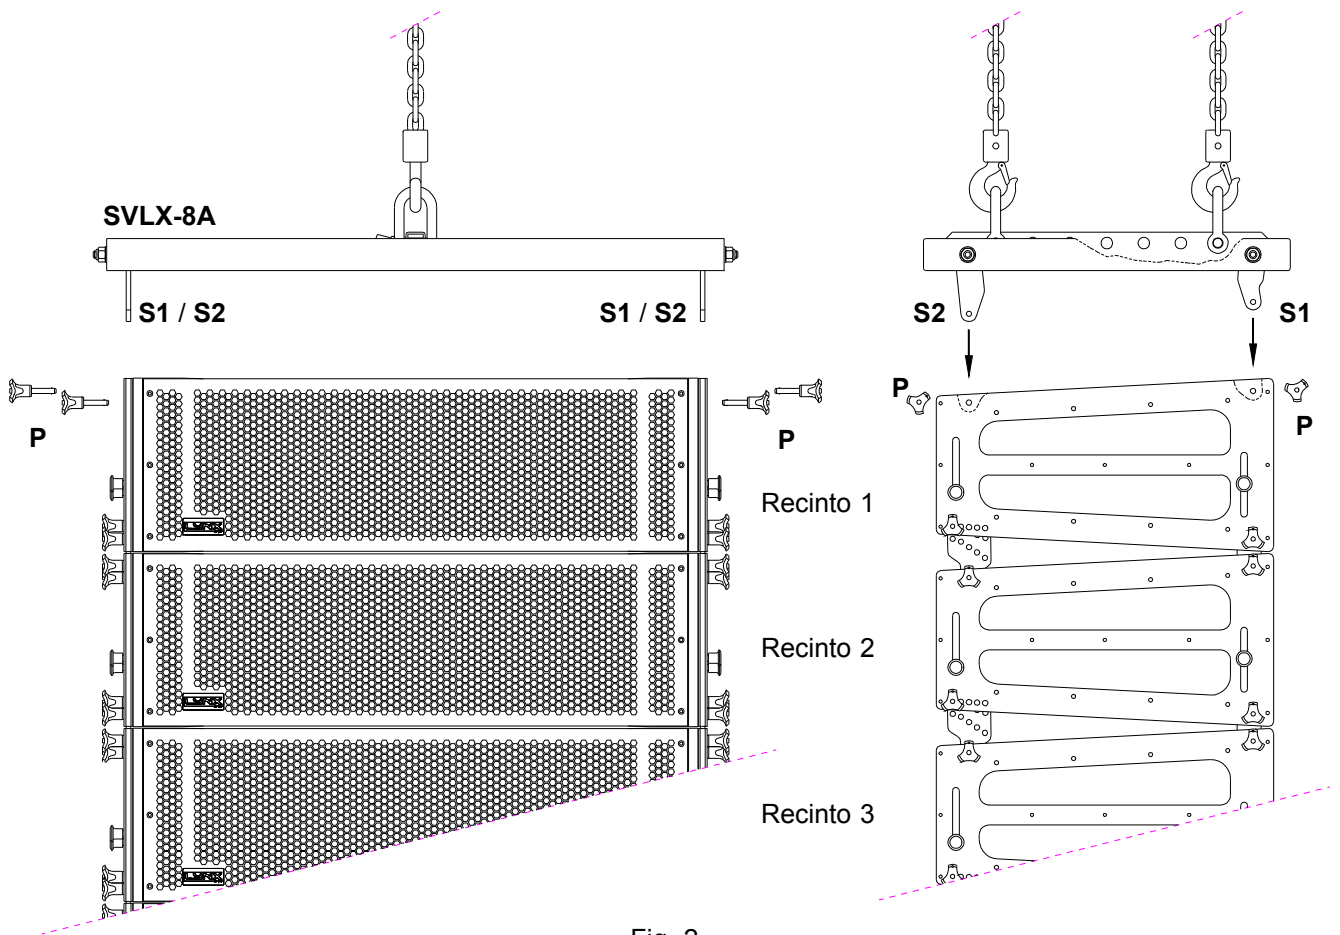
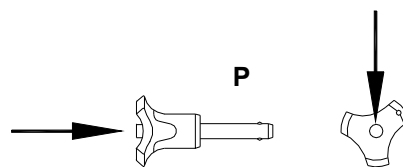

Fig. 2
Fig. 3
4.2 - Fijar los grilletes al sistema de elevación (motores, polipastos, estructuras elevables, etc.) y elevar lo suficiente para colocar el soporte **SVLX-8A** sobre el primer recinto **LX-8A** del carro de transporte **CALX-8A** de forma que las piezas de acero de anclaje **S1** y **S2** del soporte fig. 2, puedan introducirse en los alojamientos previstos en la parte superior de las placas laterales de volado del recinto acústico (1).
4.3 - Para ello, es necesario extraer los pasadores **P** indicados en la fig. 2 situados en la parte superior de las placas laterales de volado de este primer recinto acústico (1). Para extraer o colocar los pasadores, es necesario mantener presionado el botón central del pasador fig. 3.
4.4 - Introducir las piezas de anclaje del soporte **SVLX-8A** en los alojamientos previstos en la parte superior de las placas laterales de volado del recinto acústico (1) de donde hemos extraído los pasadores especiales de acero fig. 3, de forma que haciendo coincidir los orificios, puedan colocarse de nuevo dichos pasadores.
4.2 - Fix the hooks to the elevation system (e.g motors, lifts) and elevate enough so as to fix the **SVLX-8A** on to the first **LX-8A** cabinet in the **CA LX-8A** transport dolly so that the **S1** y **S2** links of support fig. 2, fit in to position in the upper lateral plates of the cabinet (1).
4.3 - It is not necessary to remove the **P** pins indicated in fig. 2 situated in the upper part of the lateral plates of this first cabinet (1).
4.4 - To extract o fix the pins it is necessary to press the central button of the pin fig. 3 .
4.5 - Introduce the link pieces of the **SVLX-8A** support in the corresponding holes in the upper part of the lateral plates (1) from where we have removed the special special steel pins fig. 3, so that by coinciding with the holes these pins can put back in.